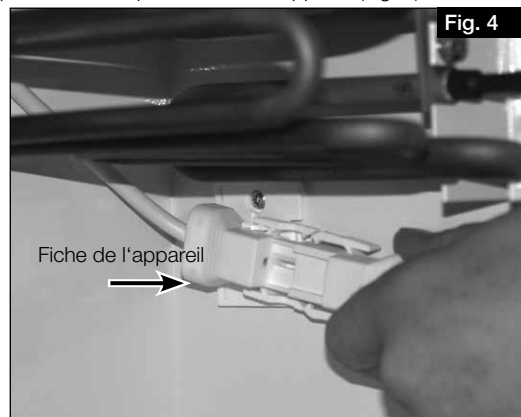

Fig. 4
5. Clipser la fiche de raccordement du préchauffage électrique sur la fiche pré-montée de l'appareil (Fig. 4).